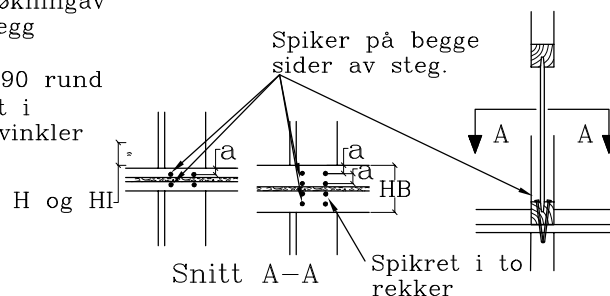

Fig. 4
- Antall fordeles med halvparten på hver side av steget, se fig 4.